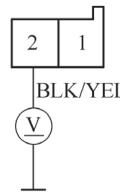

图 5-124 测量 A/C 二极管 A 2P 插座的 2 号端子与车身搭铁之间的电压
34) 如图 5-124 所示, 测量 A/C 二极管 A 2P 插座的 2 号端子与车身搭铁之间的电压, 检查是否为蓄电池电压。如果是, 维修 A/C 二极管 A 与冷凝器风扇继电器之间的导线开路故障; 如果不是, 维修仪表板下熔丝 / 继电器盒中 30 号熔丝与 A/C 二极管 A 之间的导线开路故障。
12) 测量 A/C 二极管 A 2P 插座的 2 号端子与车身搭铁之间的电压 (图 5-124), 检查是否为蓄电池电压。如果是, 维修 A/C 二极管 A 与风扇控制继电器之间的导线开路故障; 如果不是, 维修仪表板下熔丝 / 继电器盒中的 30 号熔丝与 A/C 二极管 A 之间的导线开路故障。